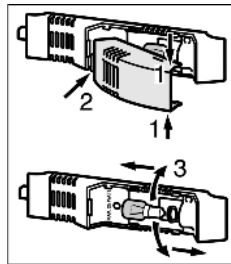

Fig. 13
- ▶ Die Lampenabdeckung oben und unten fassen *Fig. 13 (1)*.
- ▶ Lampenabdeckung hinten ausrasten und aushängen *Fig. 13 (2)*.
- ▶ Die Lampe auswechseln *Fig. 13 (3)*.